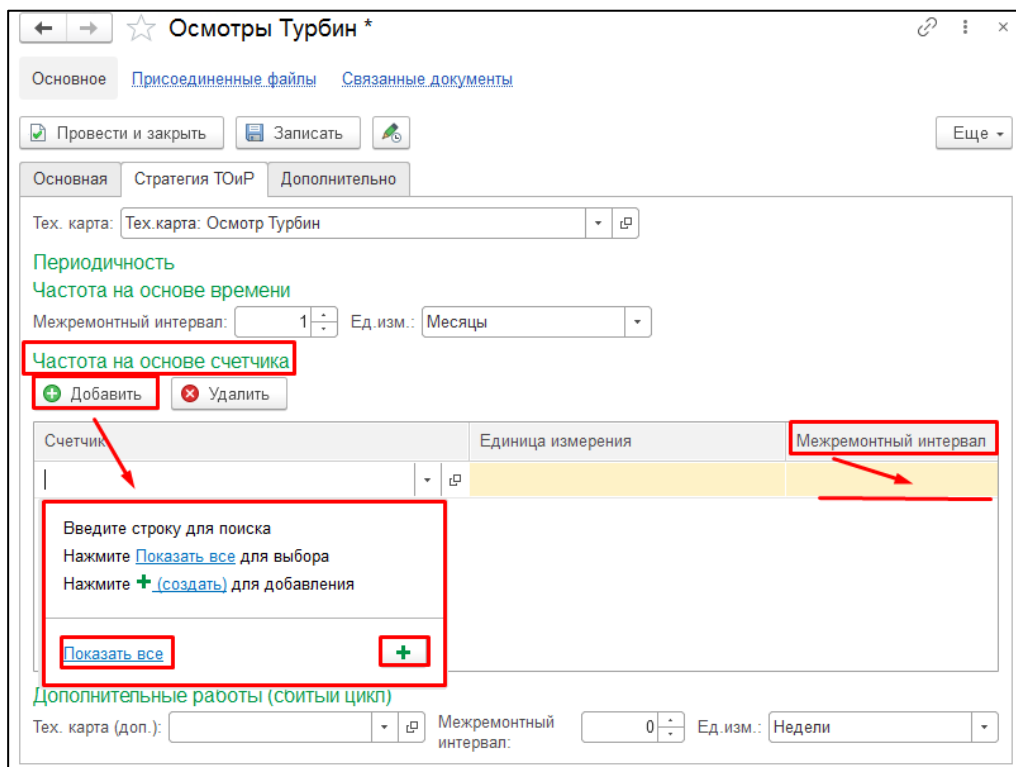

Рисунок 42. Заполнение частоты на основе счетчика.
- «**Частота на основе счетчика**» необходимо заполнить табличную часть с реквизитами (см. Рисунок 42):